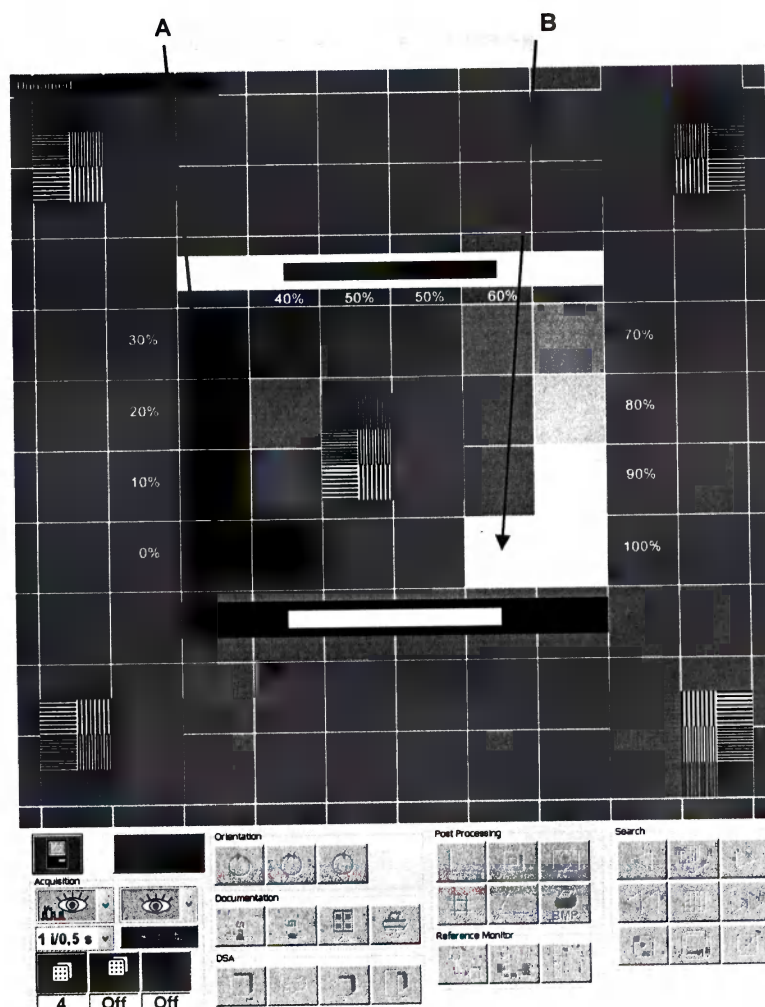

Рисунок 165
11.1.3.1 Тестовое изображение (см. рисунок 165) появляется на рабочем мониторе (а также на контрольном мониторе) и вы можете использовать его для настройки яркости и контрастности.